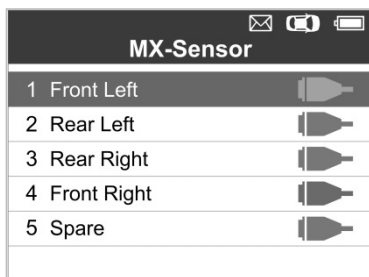
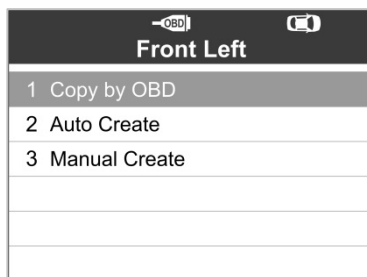

Figure 5.20
Figure 5.21
- 1) Exécuter les opérations 1 à 7 dans **5.1 Création automatique** pour sélectionner le **capteur MX** afin d'accéder à la fonction de programmation. La coche OBD s'affiche du côté droit de l'écran. (Figure 5.20) Après la sélection de la roue spécifique et la pression sur le bouton **Y**, l'option « Copie par OBD » est disponible au menu de fonction. (Figure 5.21)